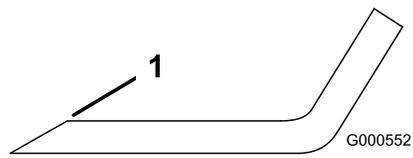

図 75
1. ブレードは、左右の刃先をやすりで磨く 図 75。
注 もし傾くようなら、重い方の裏面を少し削って調整する 図 75。